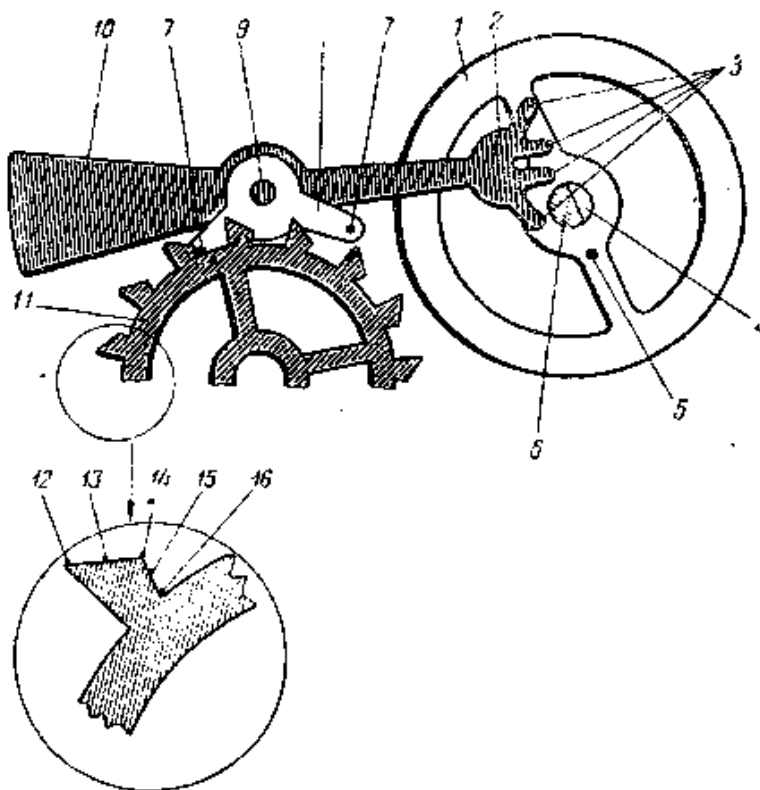

Рис. 168. Узел хода будильника и ходовое колесо:
2. Баланс запрессованный на указанную ось (рис. 168).